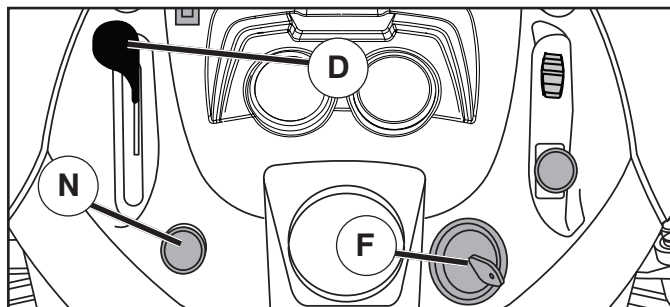

Fig. 7
- Placer la commande des gaz en position (D) « SLOW » (lent).
- Tournez la clé de contact à la position coupée (F) STOP et enlevez-la. Enlevez toujours la clé de contact quand vous quittez le tracteur pour empêcher l'emploi non autorisée.
## POUR UTILISER LA COMMANDE DES GAZ (D) (Voir la Fig. 7)
## POUR UTILISER L'ÉTRANGLEUR (N) (Voir la Fig. 7)